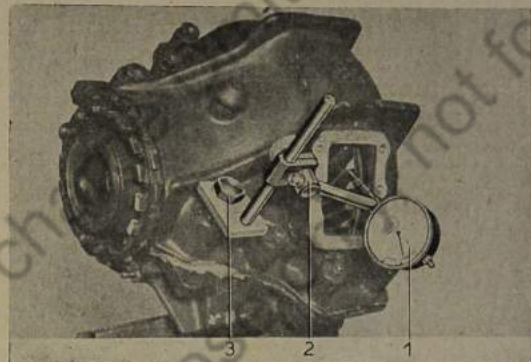

Bild 655: Zahnflankenspiel messen
5. Meßuhr (655/1) ansetzen und Zahnflankenspiel prüfen (Bild 655).